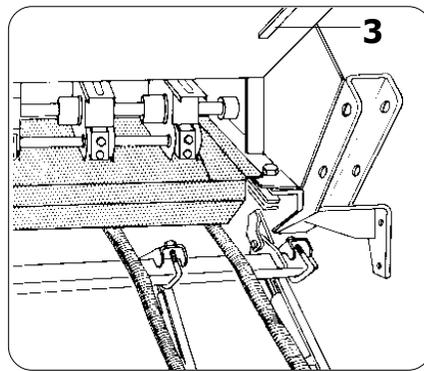

Fig. 10
SECONDO: ritirare la cassetta dall'alloggiamento di trasporto (3) e far slittare in senso orizzontale sotto i dispositivi di dosaggio (fig. 10).